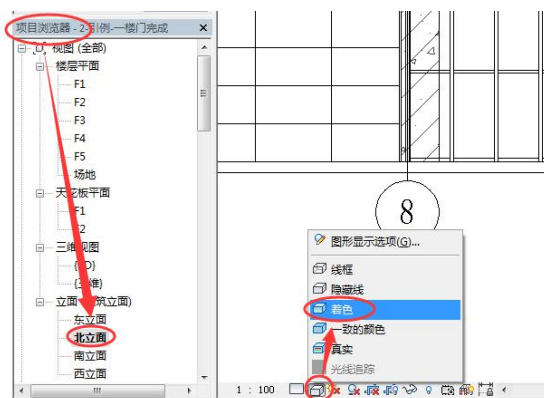

图 6-8 调为着色模式
- 双击“项目浏览器”面板“视图”中的“北立面”，进入北立面视图。视觉样式改为“着色”（图 6-8）。